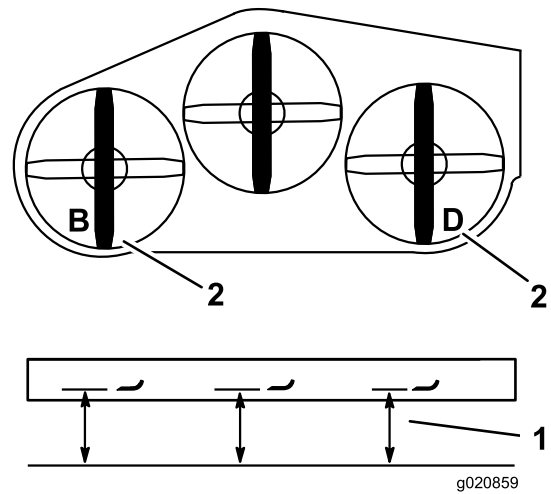

Figura 83
- Mida la cuchilla izquierda en la posición B desde una superficie nivelada hasta el filo de corte de la punta de la cuchilla, y anote esta medida (Figura 83).
- Mida la cuchilla derecha en la posición D desde una superficie nivelada hasta el filo de corte de la punta de la cuchilla, y anote esta medida (Figura 83).
Nota: La medida de la posición B no debe variar en más de 3 mm ($\frac{1}{8}$ ") de la medida de la posición D (Figura 83). Si la distancia no es correcta, continúe con los pasos siguientes.